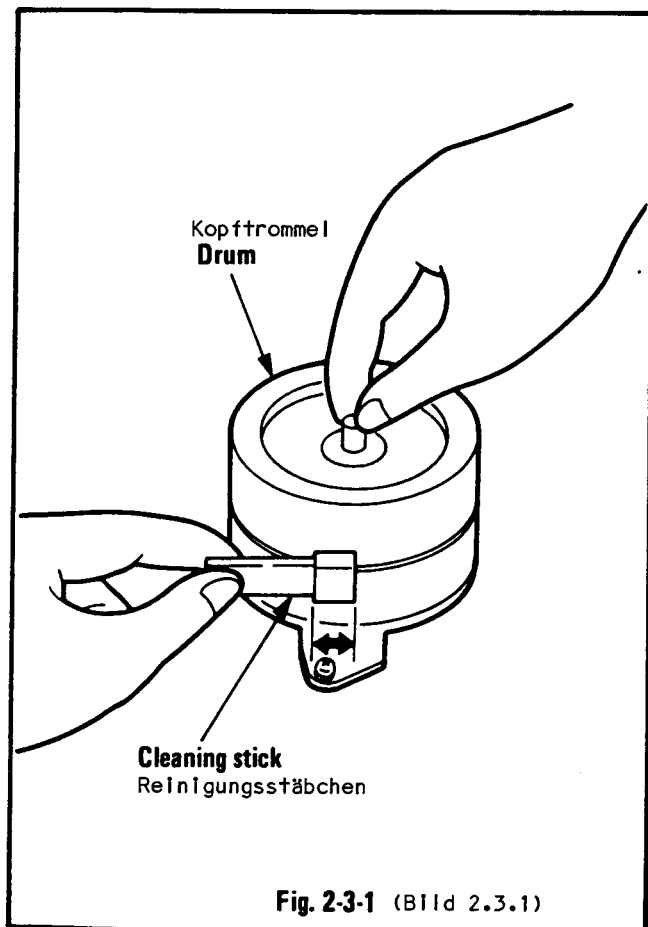

Fig. 2.3-1 (Bild 2.3.1)
2.3.1 Videoköpfe, Bild 2.3.1
2.3.1 Video Head, Fig. 2.3.1